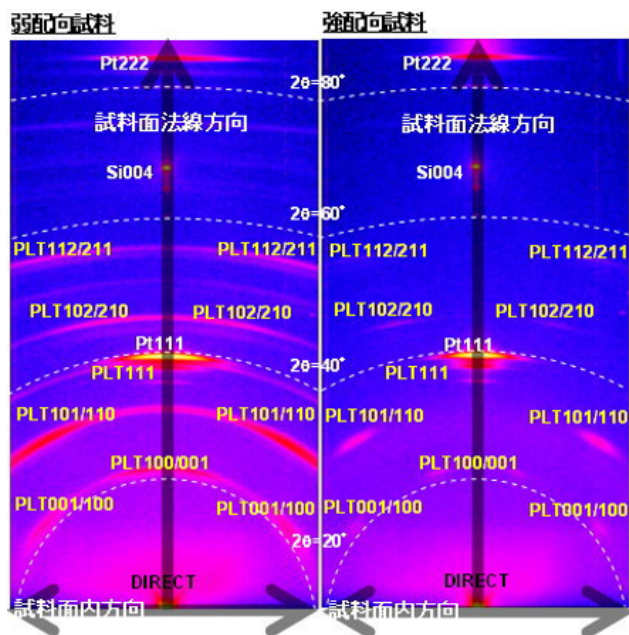
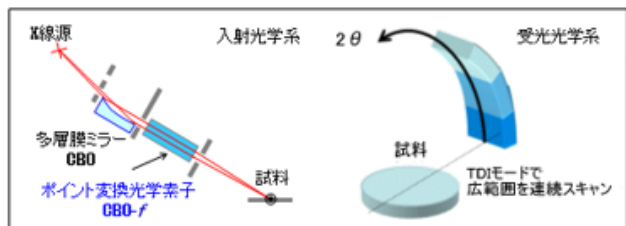

図1 配向性の異なるPLT膜/Pt下地/Si基板の測定例
図2 光学系図
強誘電膜(Pb,La) TiO₃（以下PLTと表記）の弱配向試料と強配向試料を、2次元検出器を用いて測定しました（図1 測定範囲: $2\theta = 0 \sim 90^\circ$ 測定時間：90秒 装置：SmartLab）。主な配向が、PLT[111] // Pt[111] // Si[001] という方位関係であることがわかると同時に、製膜条件に起因するPLT膜の配向性の違いが、回折スポットの広がり方（強配向試料ではスポット状、弱配向試料ではリング状）から一目で読み取れます。ワンタッチでライン光学系を強度ロスなくポイント光学系に変換する光学素子CBO-f (1)と、検出器のTDIモード（*）(2)により、広範囲の2次元X線回折パターンを高強度かつ迅速に観測できます（図2）。また、検出器のダイナミックレンジが広いので、弱配向成分の微弱な回折スポットからSi基板やPt下地層の高強度のスポットまで、アッテネーターをいわず一度に測定できます。